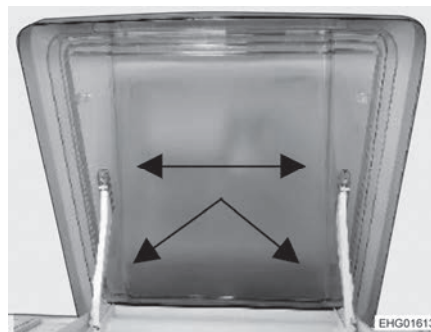

Bild 175 Dachhaube VisionStar
- Die Dachhaube kann zum Reinigen abgenommen werden. Dazu die Kunststoffsplinte (Bild 175, Pfeile) vorsichtig entfernen.